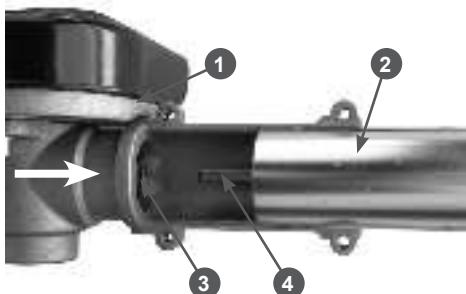

Рис. 9 Установка редуктора на штангу
- совместите грани четырёхгранного соединительного вала 4 и вала 3 редуктора и установите редуктор 1 на штангу 2 (Рис. 9);